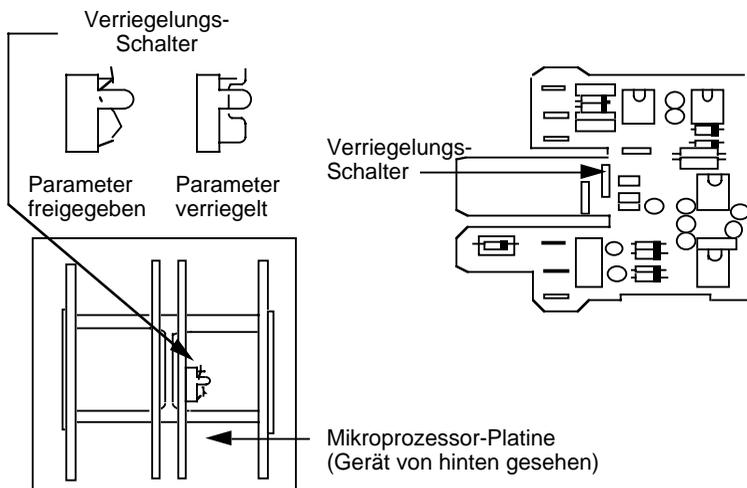

Abb. 4.2.1 Verriegelungs-Schalter für Parameter-Verriegelung
- b) Verriegelung bestimmter Parameter-Untergruppen mittels eines internen Schalters. Welche Untergruppen verriegelt werden, wird in der Konfiguration des Gerätes festgelegt. Die Lage und Stellung des Schalters nach Herausnehmen des Gerätes aus dem Gehäuse zeigt die Abb. 4.2.1.